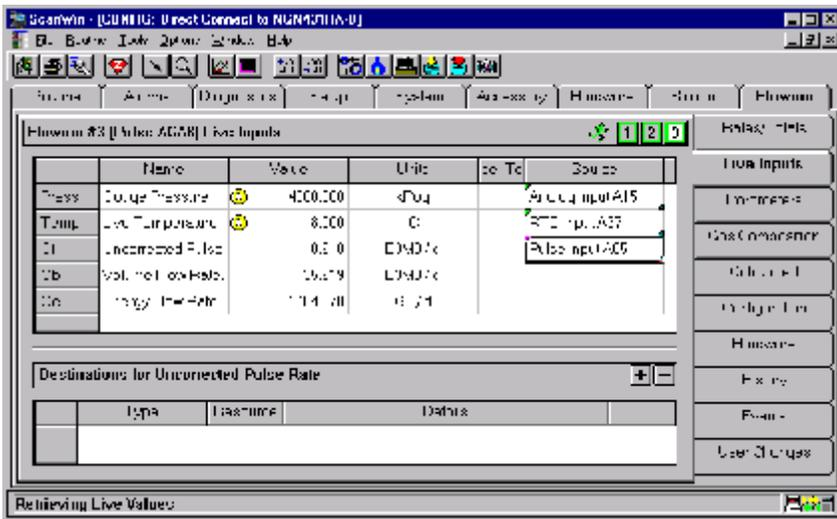

Figure 2 Flowrun and Live Inputs tabs selected/Sélection des onglets Flowrun et Live Inputs.
1. Click the *Flowrun* tab. (Refer to figure 2)
1. Cliquer sur l'onglet *Flowrun*. (Voir la figure 2)